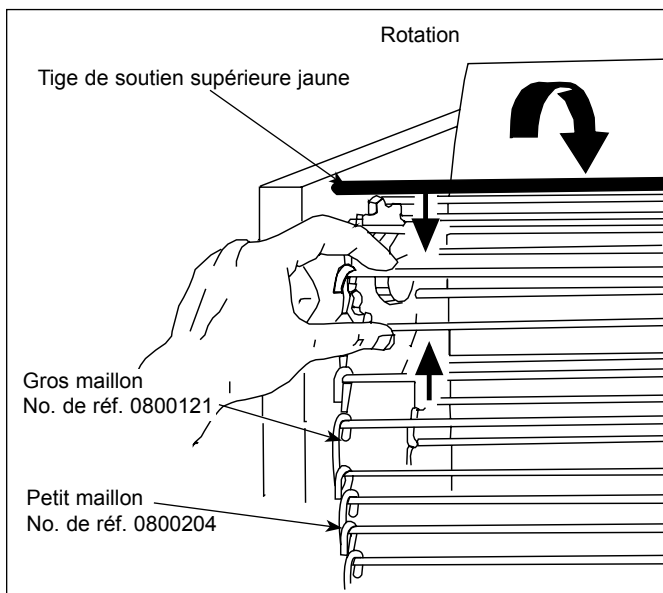

Figure 12. Retrait d'un maillon de la chaîne du transporteur
6. Déconnectez la chaîne du tapis en resserrant deux maillons et en dégrafant les deux extrémités d'un maillon (Figure 12).